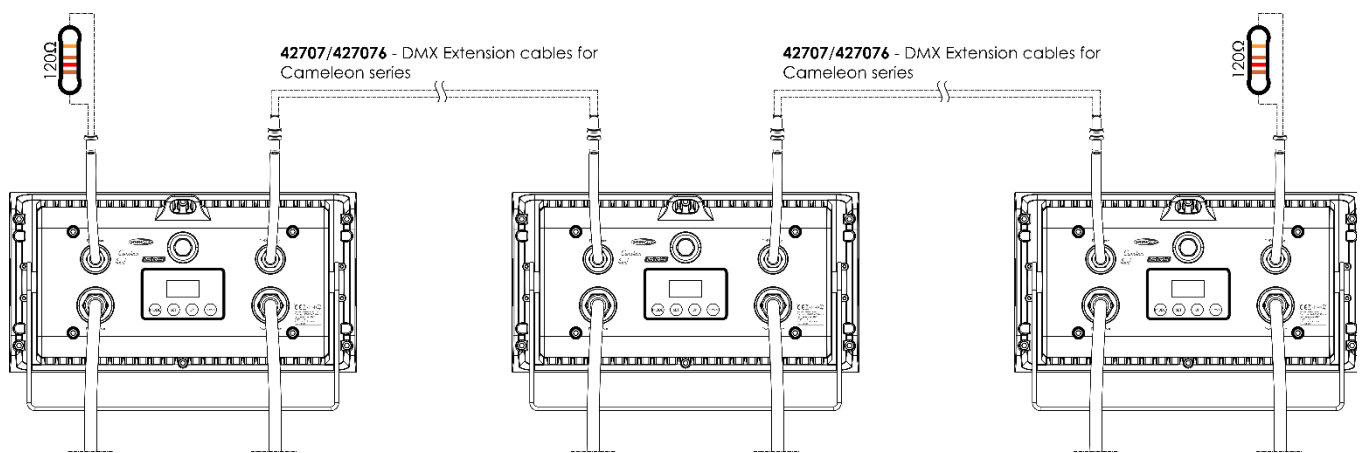

Fig. 03
- 04) Collegare le unità come indicato nella fig. 03. Collegare la presa DMX "out" della prima unità alla presa DMX "in" della seconda unità, servendosi di un cavo-prolunga DMX 42707/42706. Collegare la seconda e la terza unità servendosi del cavo prolunga DMX 42707/42706. Sarà possibile usare le stesse funzioni sul dispositivo master di quelle descritte a pagina 15 e 16 (Programma auto, Programmi integrati, Modalità colore manuale). Ciò significa che sul dispositivo master sarà possibile impostare la modalità di funzionamento desiderata e che tutti i dispositivi slave risponderanno esattamente come il dispositivo master.